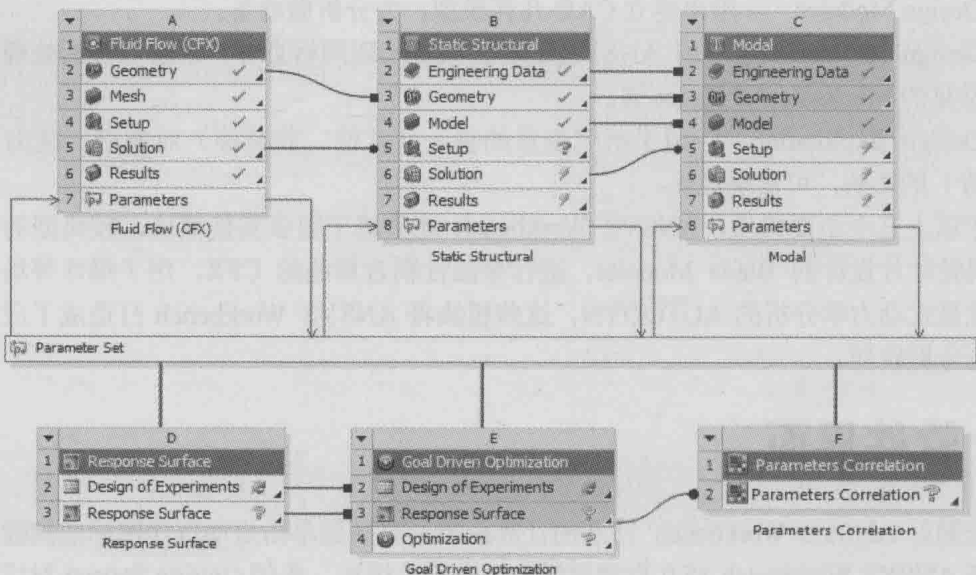

图 1-3 项目工程图示例
- 项目视图 Project Schematic——位于窗口主体的右侧，提供分析项目的图示（或称为项目工程图，见图 1-3）。